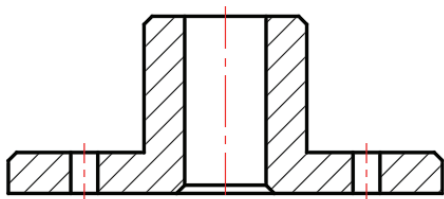

图 8-97 再绘制两条关联中心线
- 3 使用同样的方法，通过单击“中心线”按钮  来在图形中再创建两条中心线，如图 8-97 所示。